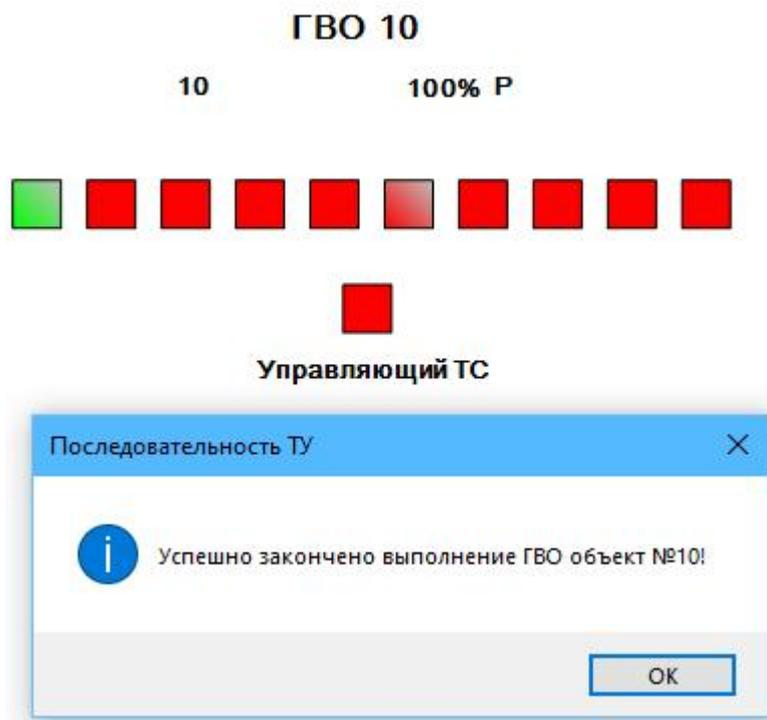

Рисунок 140 – Уведомление о завершении ТУ ГВО
– после завершения выполнения команды появится окно «Последовательность ТУ», с соответствующим уведомлением (рисунок 140).